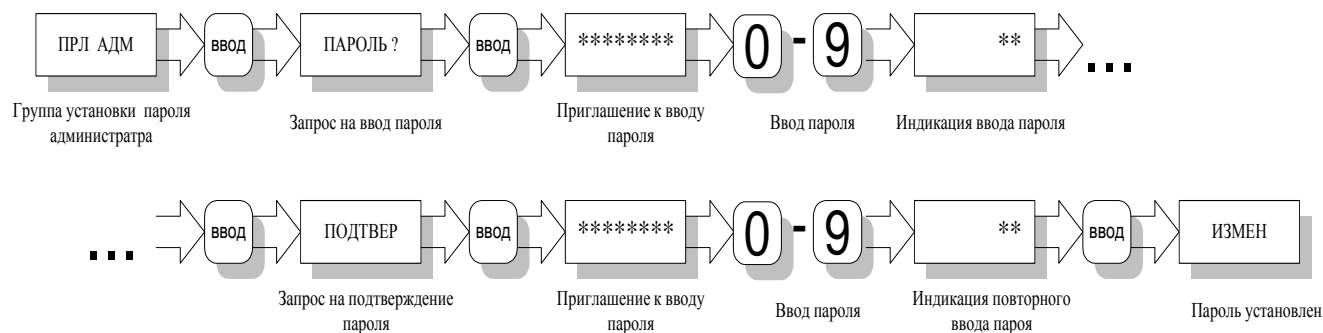

Рис. 19
1.1.1.1.10. Длина пароля от 1 до 8 символов. Вводимый пароль отображается на индикаторе маскирующими символами “*”. При вводе пароля кнопку “▲” можно использовать для удаления последнего введенного символа, кнопку “*” для сброса введенного пароля. Алгоритм установки пароля – на рис.19.